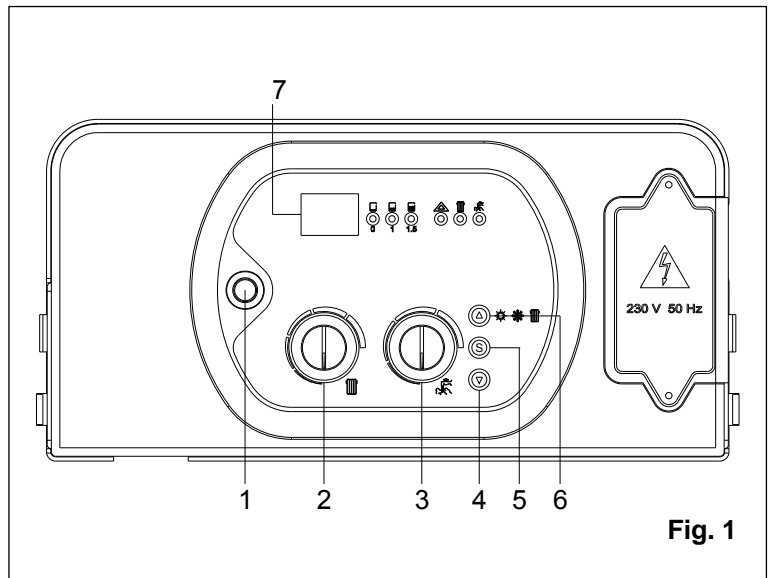

Fig. 1
- a. posizionare l'interruttore di accensione (1) su **OFF** (fig. 1);
- b. tenere premuti contemporaneamente i tasti (4) e (6), attivare l'interruttore di accensione (1) e attendere che il display (7) visualizzi "PL" – "0";
- c. rilasciare i tasti (4) e (6);
- d. tenendo premuto il tasto (5), con il tasto (6) selezionare il parametro ;
- e. rilasciare il tasto (5); poi ripremerlo e rilasciarlo: il display (7) visualizzerà il valore parametro da modificare;
- f. agire sui tasti (4) e (6) per modificare il valore parametro: